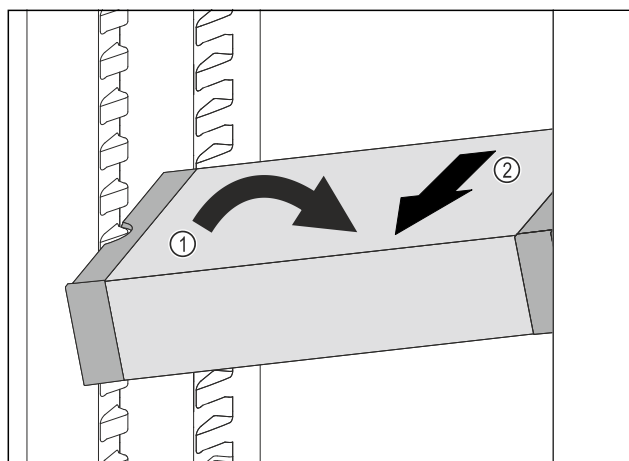

Fig. 132
- Наклонете VarioSafe в хладилната част. Fig. 132 (1)
- Извадете VarioSafe напред. Fig. 132 (2)